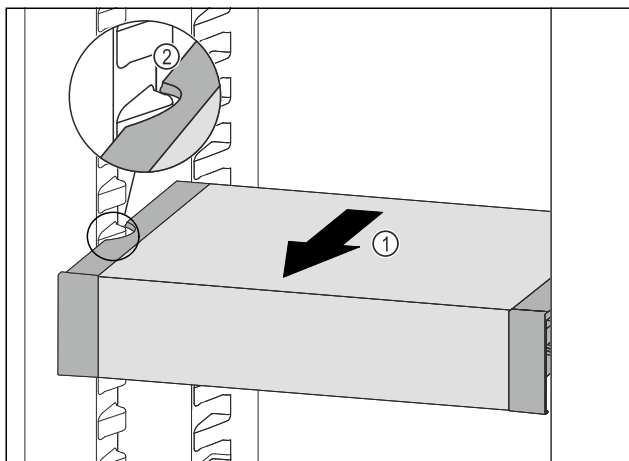

Fig. 205
- ▶ Потягнути VarioSafe вперед Fig. 205 (1), поки бокові заглиблення VarioSafe не опиняться на рівні ребра для ємності в охолоджувальному відділенні. Fig. 205 (2)